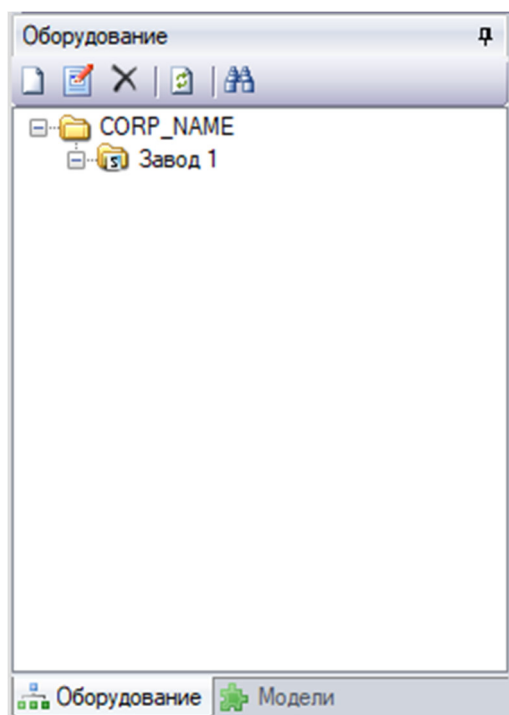

Рисунок 3.5.4
- проверить наличие созданного сегмента в окне «Оборудование» (см. Рисунок 3.5.4);